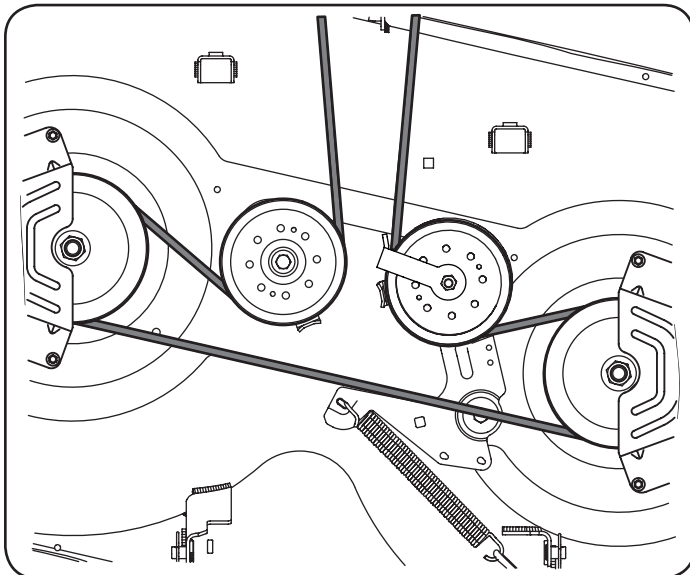

Figura 26
4. Coloque la correa nueva como se muestra en la Figura 26.